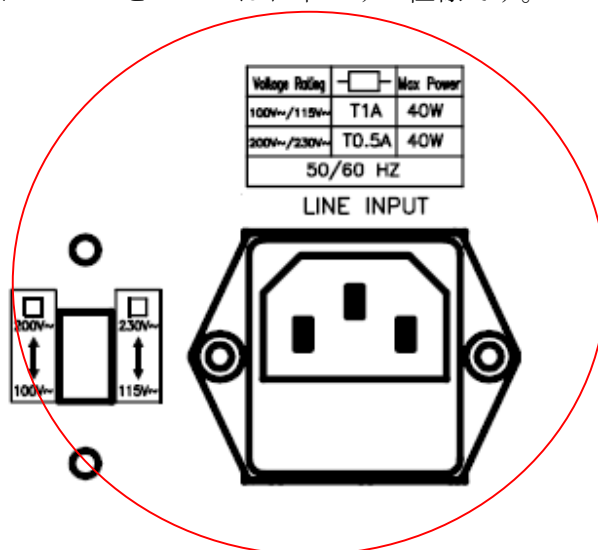

図2-1 スイッチの設定
- 2.2.2 図2-1のリアパネルの図を参照し、正しい電圧へ切り替えてください。次の説明に従ってください。